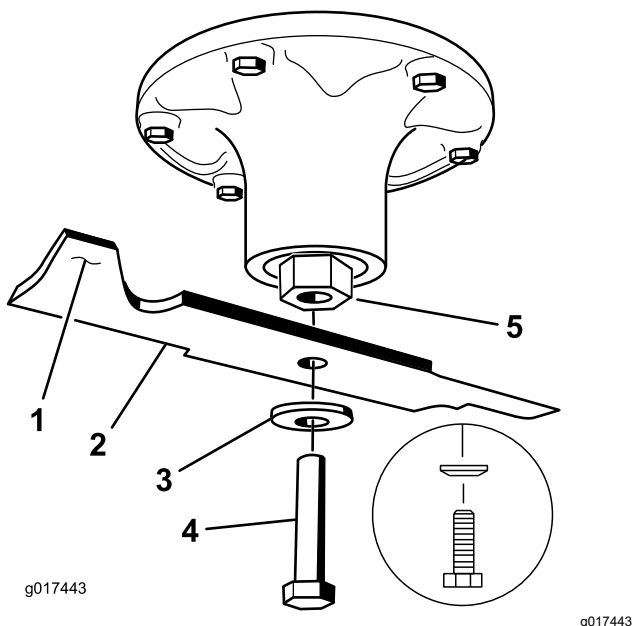

Figura 92
2. Retire del eje el perno de la cuchilla, la arandela curva y la cuchilla (**Figura 92**).
- Instale la cuchilla en el eje (Figura 92).
- Instale la arandela curva y el perno de la cuchilla (Figura 92).